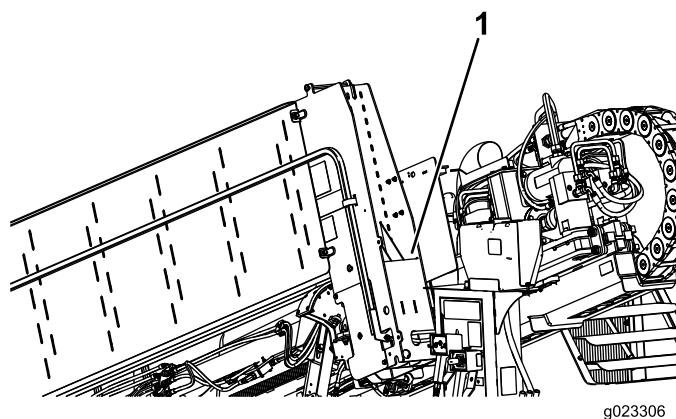

Bild 100
7. Verstauen Sie die Zylinderarretierung neben dem Frostschutzmittelbehälter (Bild 100).